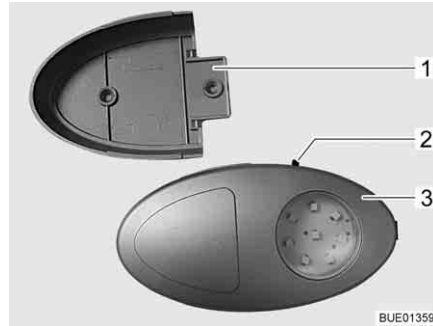
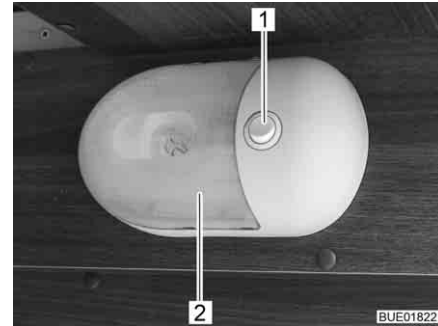

Fig. 91 Lámpara del armario ropero / linterna
Fig. 92 Lámpara del armario ropero
- ▷ La lámpara del armario ropero puede ser extraída del soporte atornillado (Fig. 91,1) y ser usada como linterna.
El interruptor (Fig. 91,2 ó bien Fig. 92,1) está instalado directamente en la lámpara del armario ropero (Fig. 91,3 ó bien Fig. 92,2).